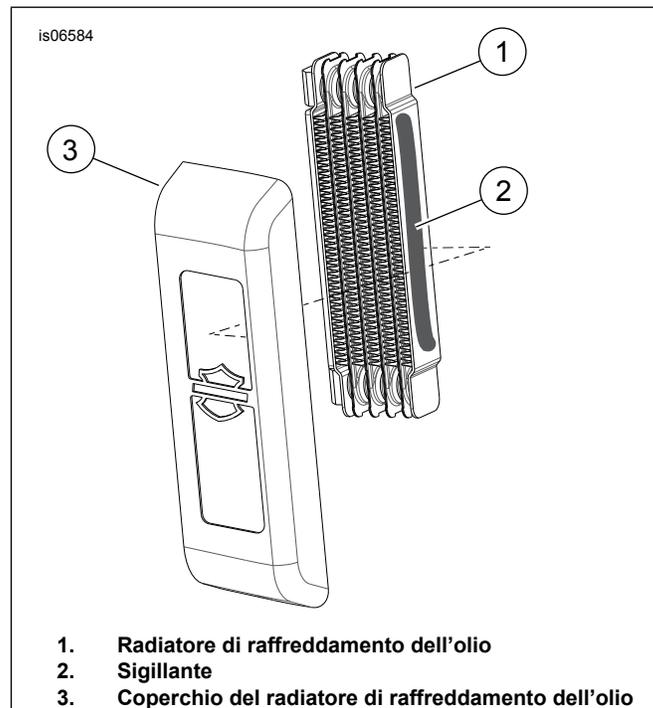

Figura 1. Fissaggio del coperchio al radiatore di raffreddamento dell'olio
2. Vedere Figura 1. Applicare abbondantemente dell'High Performance Sealant-Gray alla superficie piatta di sinistra del radiatore di raffreddamento dell'olio. Installare il coperchio del radiatore di raffreddamento dell'olio premendolo nel sigillante.